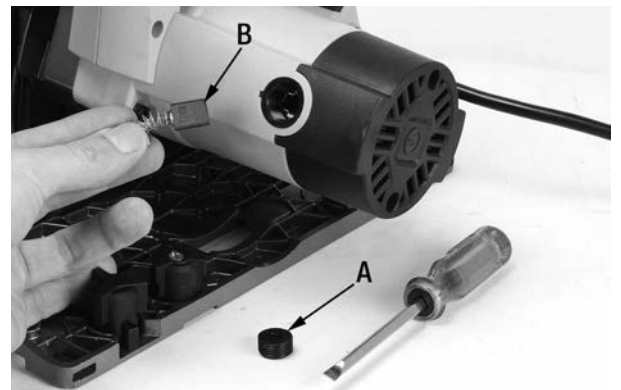

FIGURE 21
- 1) À l'aide d'un tournevis plat, retirez le capuchon de balai (A) Fig.21.
- 2) Retirez le balai de carbone (B) Fig.21 du porte-balais et inspectez-le.